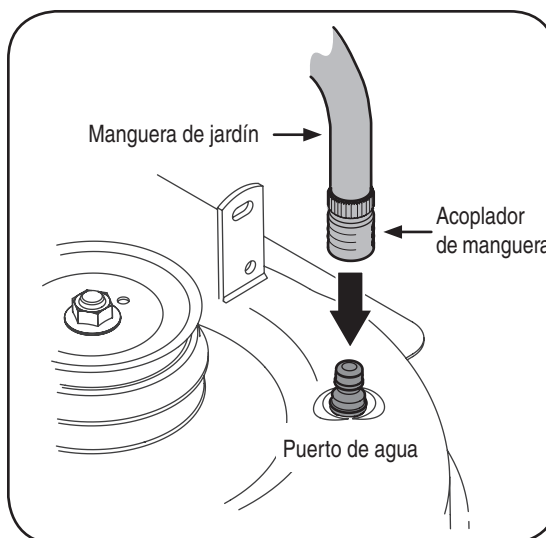

Figura 5-10: Deck Wash System™
1. Enrosque el acople de manguera al extremo de la manguera de jardín. Figura 5-10.
2. Una el acople de la manguera al puerto de agua que se encuentra en la superficie de la plataforma, Figura 5-10.